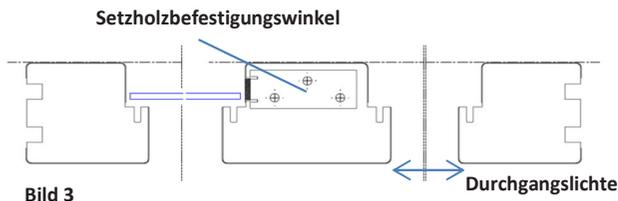

Bild 3
- Setzholzposition am geplanten Montageort ausmessen bzw. mittels Naturmaß bestimmen (Bild 3)